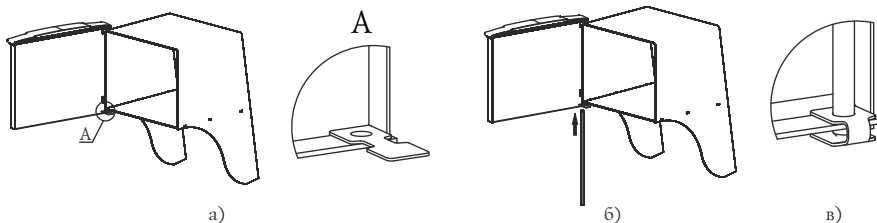

Рисунок 6. Установка дверцы при монтаже печи.
2. Установите дверцу на втулки топливного канала, совместив отверстия (рисунок 6.а);
3. Совместите отверстие упора с нижним отверстием каркаса, при этом упор должен располагаться внутри каркаса (рисунок 6.а);
3. Вставьте ось через отверстия снизу вверх (рисунок 6.б),
4. Подогните упор, фиксируя конец оси между площадками упора (рисунок 6.в);